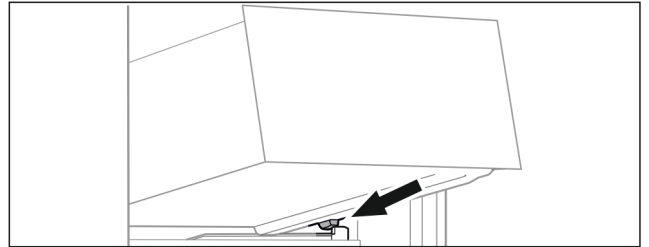

Fig. 65
- Applicare il cassetto inclinandolo dietro i fermi sulla nervatura del contenitore. (vedere Fig. 65)